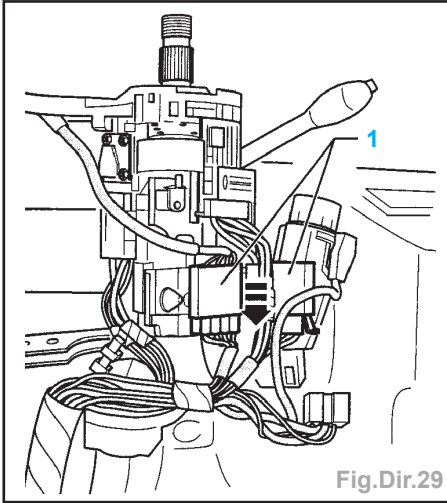

Fig.Dir.29
- Débrancher la fiche (**1**) de la colonne de direction dans le sens de la flèche (Fig.Dir.29).